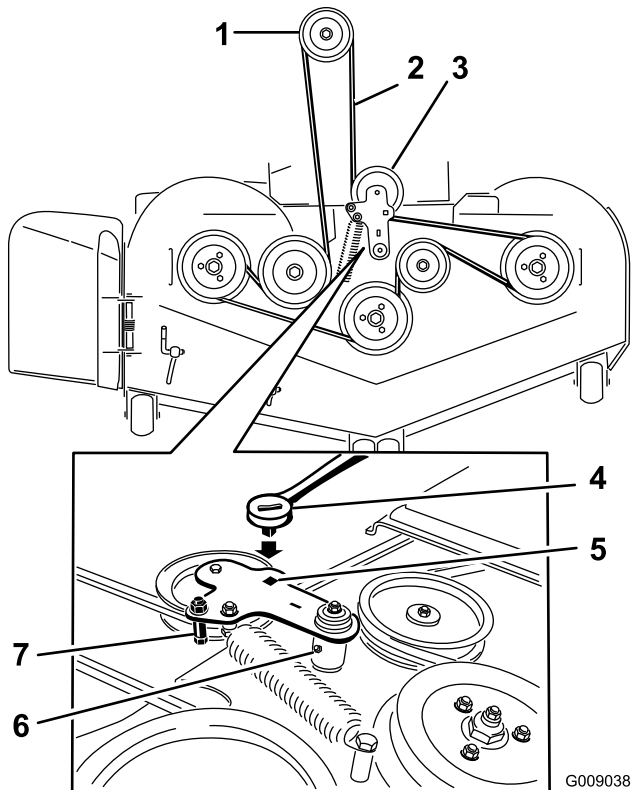

Figure 73
5. Insérez un rochet dans le trou carré du bras de la poulie de tension pour détendre le ressort de la poulie de tension (Figure 73).
7. Enlevez le guide de courroie situé sur le bras de la poulie de tension rappelée par ressort (voir Figure 73).
9. Acheminez la courroie neuve autour des poulies du plateau de coupe et de la poulie d'embrayage, sous le moteur (Figure 73).
10. Montez le guide de courroie sur le bras de la poulie de tension (voir Figure 73).
11. Insérez le rochet dans le trou carré et montez le ressort de la poulie de tension (Figure 73).